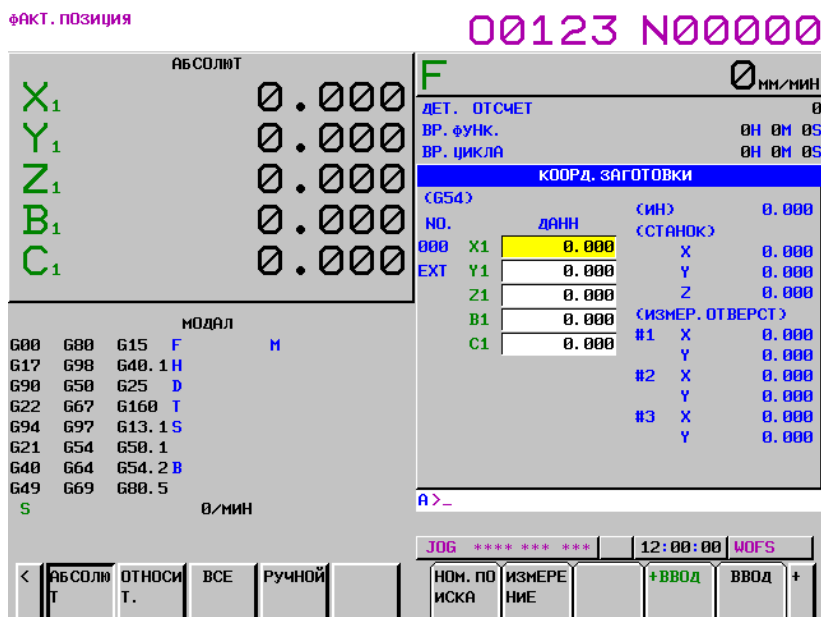

Рис. 1.1.3 (i) Экран настройки коррекции исходной позиции заготовки (10,4-дюймовый дисплейный блок)
- 6 Как только датчик обнаружит контакт с окружностью, введите сигнал пропуска в станок, таким образом останавливая осевое перемещение ручной подачи с помощью маховичка или непрерывной ручной подачи. Одновременно положение, в котором остановилась подача, сохраняется в качестве первой точки измерения. Координаты станка хранящейся в памяти точки измерения отображаются на экране внизу справа, см. Рис. 1.1.3 (i):